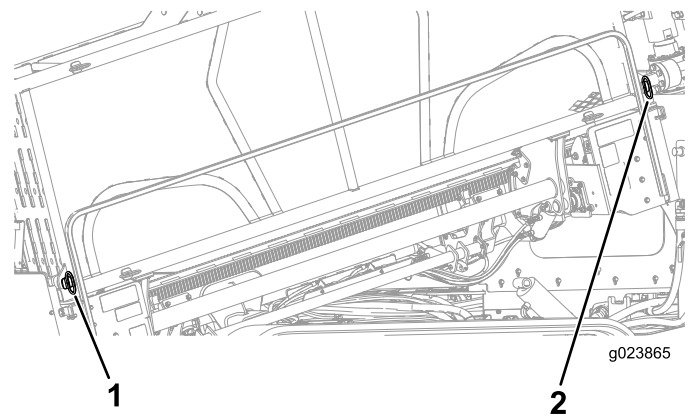

Figure 60
2. Retirez les goupilles inférieures extérieures du porte-tiges (Figure 60).